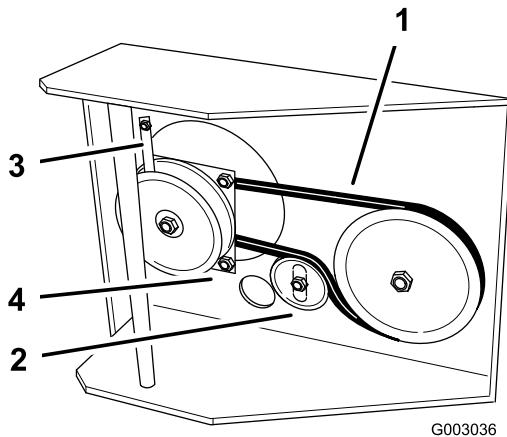

Figure 43
- Décrochez le dispositif de retenue de l'embrayage et déposez le dispositif de retenue (Figure 43).
- Desserrez le boulon de fixation de la poulie de tension pour pouvoir la bouger et enlevez la courroie de transmission de la poulie d'entraînement et de l'embrayage (Figure 43).
- Accrochez le dispositif de retenue à l'embrayage et fixez-le au châssis avec le boulon de fixation du moteur (Figure 43).
- Serrez le boulon de pivot à 19-24 Nm (170-220 po-lb) (Figure 43).